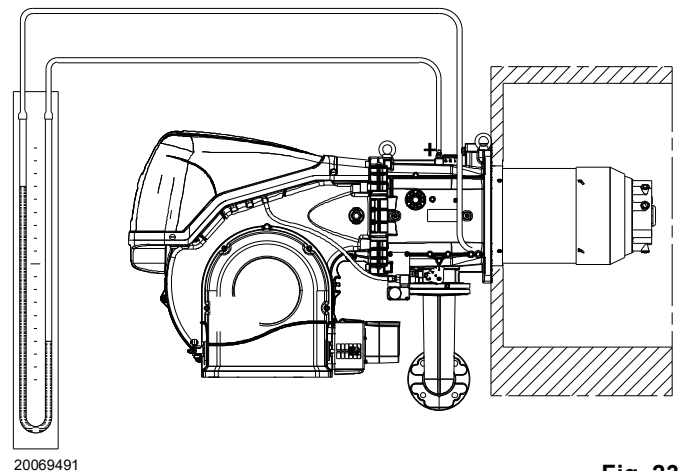

Fig. 23
- Monter un manomètre en U ou un manomètre de type différentiel (Fig. 23), avec prise (+) sur la pression du gaz du manchon et (-) dans la chambre de combustion. Il sert à mesurer approximativement la puissance MAX. du brûleur, à l'aide du Tab. M.
L'arrivée de gaz au manchon est mise en évidence sur le manomètre en U (Fig. 23 à la page 29).
À titre d'orientation, elle peut être tirée du Tab. M à la page 26, il suffit de lire la pression du gaz sur le manomètre (illustré sur la Fig. 23 à la page 29) et suivre les indications données à la page 26.